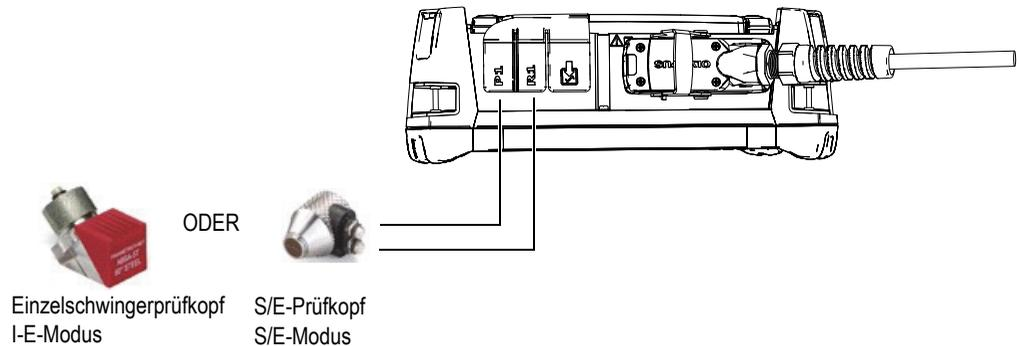

Abbildung 1-7 Anschluss von UT-Prüfköpfen
Die Software OmniScan MXU kombiniert die Gruppenstrahlertechnik (PA) und die konventionelle Ultraschalltechnik (UT). Je nach der Gerätekonfiguration können UT- oder PA-Sensoren eingesetzt werden. UT-Prüfköpfe werden an die UT-Anschlüsse angeschlossen, wie in Abbildung 1-7 auf Seite 27 gezeigt. Setzen Sie für den Sender/Empfänger-Modus einen S/E-Prüfkopf ein.